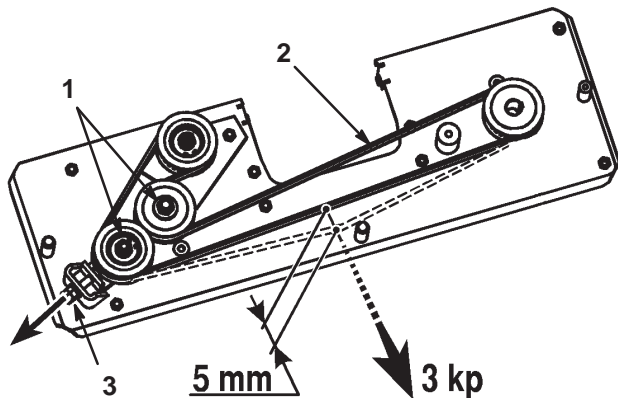

Bild 40
4. Lösen Sie die zwei Sechskantmutter auf der Antriebscheibe (Bild 40).
5. Stellen Sie die M10-Mutter so ein, dass sich der Riemen 5 mm mit einer Spannung von 3 kp bewegt (Bild 40).